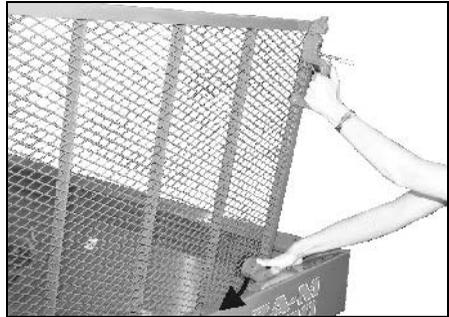

Fig. 8
- Vor dem Schließen des Schutzgitters Arretierung herunterdrücken (Fig. 8).